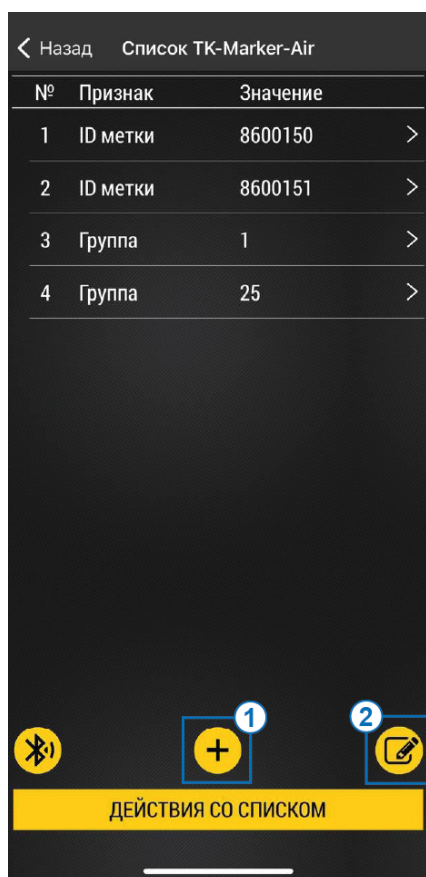
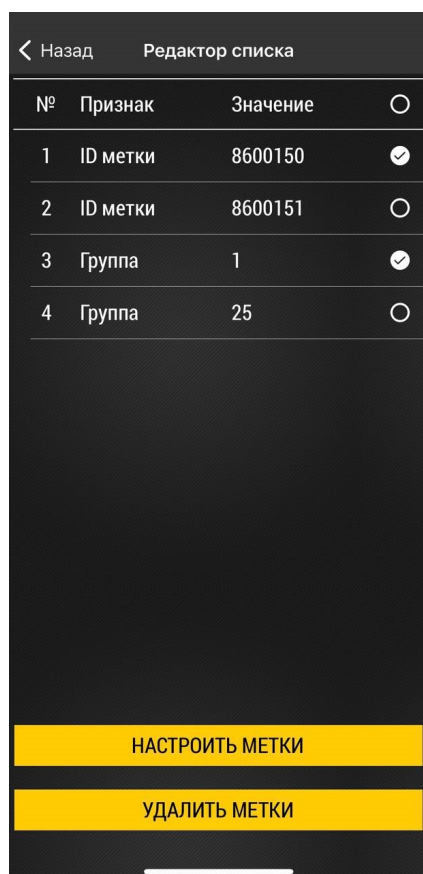

Рис.24. Список меток TK-Marker-Air
Рис.26. Редактор списка
3. Если выбран вариант работы «**Из списка**», необходимо будет создать список меток, нажав на строку «**Список TK-Marker-Air**». Механизм добавления меток в список аналогичен добавлению TKLS-Air и TKAM-Air — это выбор из меток, обнаруженных в зоне видимости приемника или добавление вручную с указанием серийного номера метки. В список меток можно также вручную добавить группу меток, для этого нажмите на кнопку на Рис.24, п. 1. Во всплывающем окне введите номер группы, оставив пустым поле для ввода серийного номера метки. Допустимый диапазон групп меток от 1 до 25. Также можно загрузить список меток из файла .csv, нажав Действие со списком | «Загрузить из внешнего файла», если список был получен извне и сохранен в памяти телефона. Или нажать Действие со списком | Загрузить из памяти приложения, если список создавался в приложении USP Tool на этом мобильном устройстве.
7. Вы можете отредактировать список, нажав на кнопку на Рис.24, п. 2. Кнопка редактирования списка предназначена для выбора меток или групп и последующей установки для них одинаковых настроек. Также можно удалить все выбранные метки и группы из списка (Рис.26).